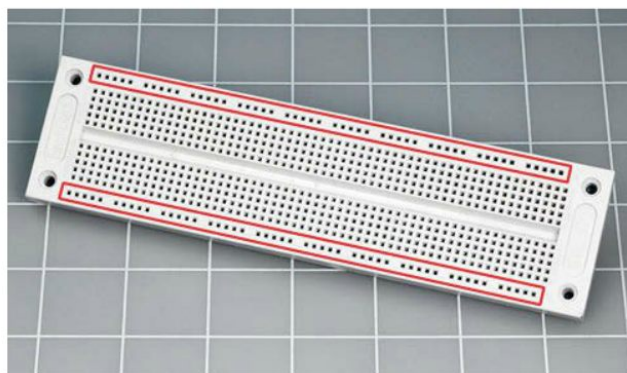

Figure 2-10. Plaque d'essais à bus simple ayant une seule longue rangée de trous de chaque côté de la plaque.
- **Option 2** : la plaque à bus simple (figure 2-10). Le terme « bus » se réfère à une longue rangée de trous longeant les petites rangées de trous numérotées. Il y a un bus unique de chaque côté de la plaque, entouré en rouge sur la photo. C'est une plaque de ce type qu'il vous faut. Elle doit avoir 60 rangées de trous et 700 points de connexion.